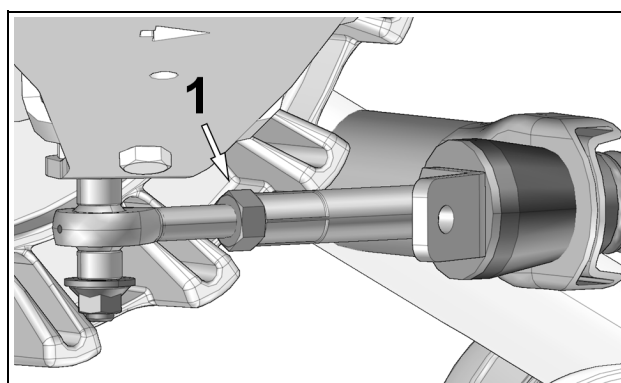

Figure 6
- Une fois le réglage atteint, resserrer le contre-écrou (1) à 40 N•m [30 lb•pi]. Voir la Figure 6.